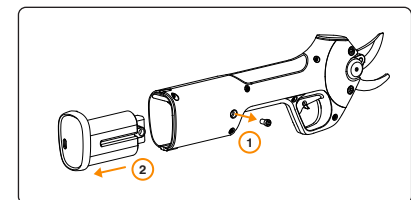

Figura 6. Scoaterea și schimbarea acumulatorului.
- Scoateți șurubul imbus de 4 mm din capac, așa cum este descris în figura 6.